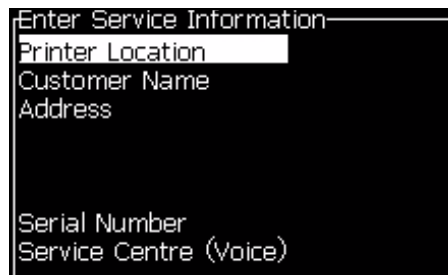

Figura 4-22: Caixa de diálogo Inserir informações de assistência técnica
- 2 Selecione a opção *Inserir informações de assistência técnica* e pressione a tecla *Enter*. A caixa de diálogo *Inserir informações de assistência técnica* é exibida (veja Figura 4-22).